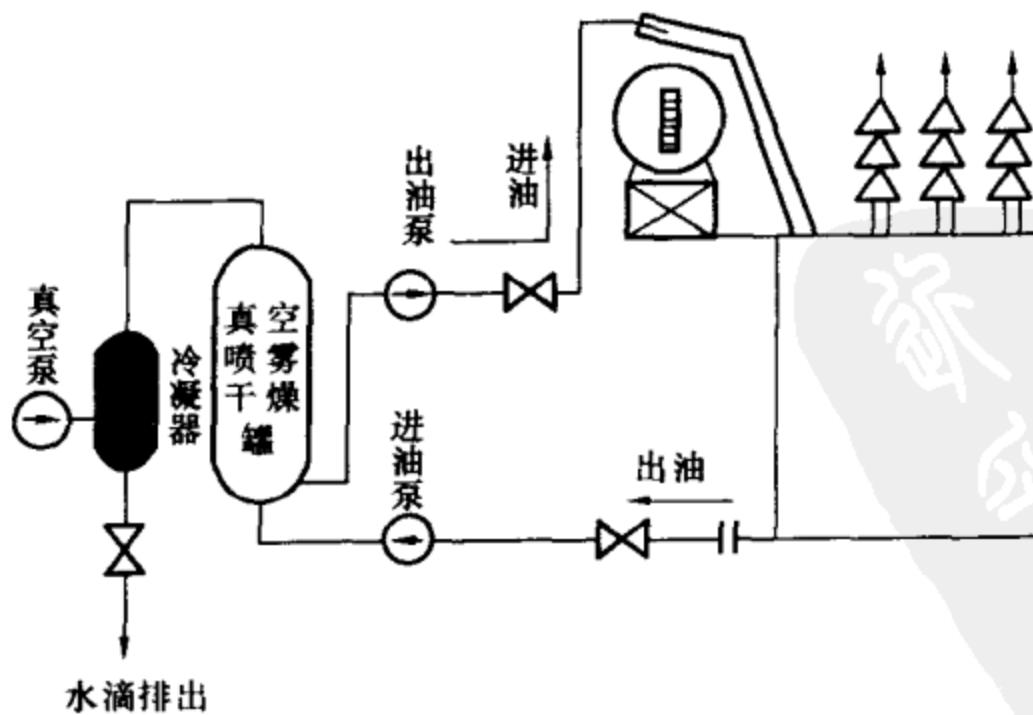

图3-77 真空喷雾装置干燥变压器的流程图
(1) 工作原理：根据水分在油纸绝缘中的平衡原理，变压器内的油纸两种物质的含水量随油箱内的温度变化而变化，在恒定温度下，各自含水量趋向平衡。低温时纸中的含水量较高温时为高，而油中的含水量较高温时为低。用真空喷雾法干燥变压器，就是在不停电的情况下，首先将油加热到尽可能高的温度，使纸中所含水分转移到油中，然后在负压状态下，使油中的水分变为水蒸气，并经冷却成水滴后排出，以达到干燥的目的。
(2) 操作方法：采用真空喷雾装置干燥变压器的流程如图3-77所示。把干燥用的真空喷雾滤油机与运行变压器的油路连接好，然后将运行中的热油自变压器底部抽出打入真空喷雾干燥罐内。经喷嘴喷出雾化，油雾化后其中水分蒸发成水蒸气，由真空泵抽出至冷凝器成水滴排出。去除水分的油再打回变压器上部。如此不断循环，经过一定时间后，变压器中的油、绝缘纸、隔板的含水量便会降低，使变压器电气绝缘水平得以提高。